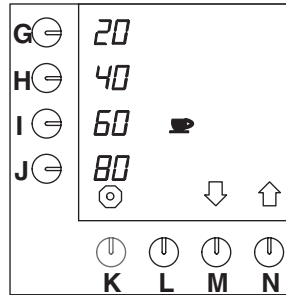

Fig. 35 Endring av forhåndsprogrammerte valgtaster for kopper
- Trykk på valgtasten (N.)↑ inntil fig.35 vises på displayet.